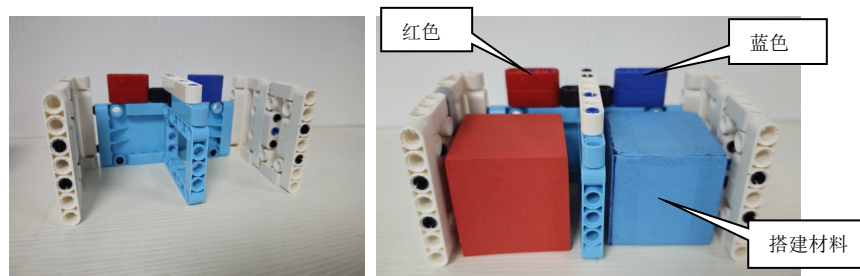

图 6 “智慧工厂”模型、“搭建材料”进入“智慧工厂”状态
4.3.3 机器人将“搭建材料”运送至“智慧工厂”，要求该“搭建材料”的垂直投影完全落入“智慧工厂”区域内；小学组将任意一个“搭建材料”放置在“智慧工厂”区域内，记 30 分，初中组需放置两个“搭建材料”，每成功放置一个记 30 分，高中组需按照“智慧工厂”的颜色放置对应颜色的“搭建材料”至“智慧工厂”内。每成功放置一个记 30 分；如图 6 所示。